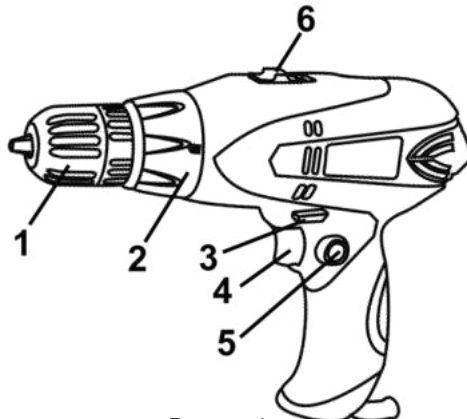

Рисунок 1
4.1 Встановіть необхідний крутний момент за допомогою кільця регулятора моменту затягування (2) (див. рисунок 1).
4.3 Для в'імкнення виробу натисніть на курок вимикача (4) (рисунок 1). Для в'дключення виробу слід курок відпустити. Регулювання швидкості обертання патрона здійснюється ступенем натискання на клавішу вимикача.